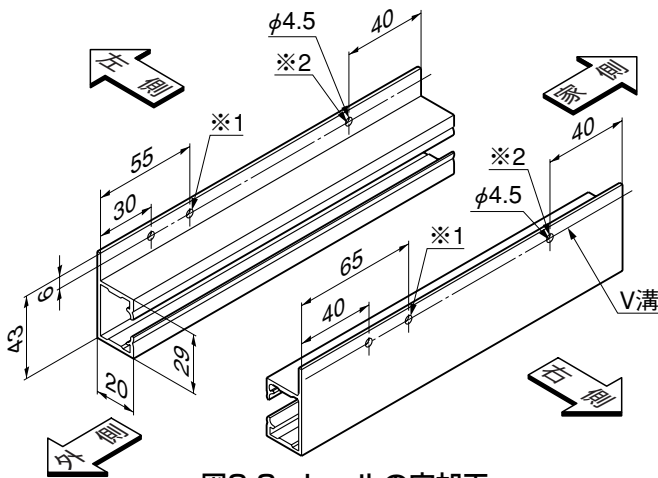
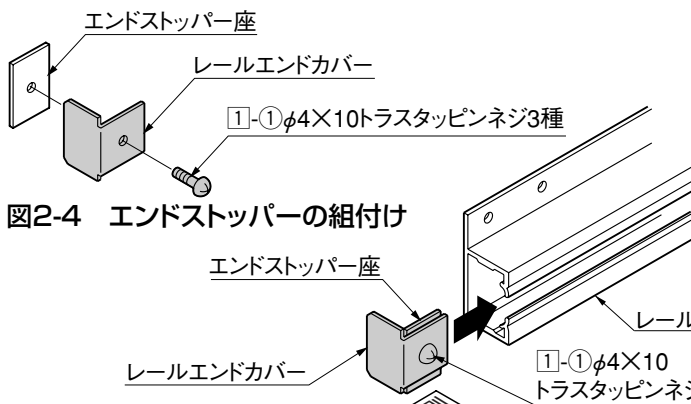

図2-3 レールの穴加工
図2-4 エンドストッパーの組付け
- ① 図2-3のように、V溝にφ4.5の穴を3ヶ所あけてください。
- ② 表2-1を参考にして、①であけた穴（※1）、（※2）の間に、同じ間隔でφ4.5の穴をあけてください。
- ③ 図2-4のようにエンドストッパー座とレールエンドカバーを1-①で仮止めしてください。